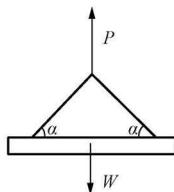

图 1-2
**【2009年考题】**如图 1-2 所示，用吊索起吊重为  $W$  的构件，两斜索与构件所成的角度为  $\alpha$ ，吊点对称，则斜索内力最大时的角度  $\alpha$  为（ ）。